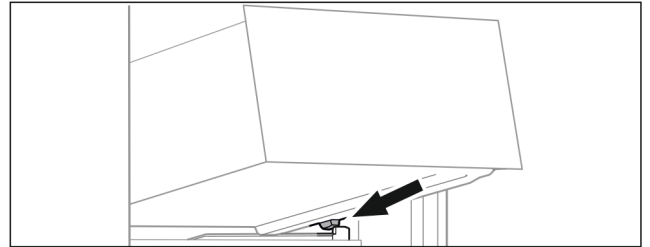

Fig. 70
- ▶ Nasadte zásuvku šikmo za zarážkami na rebro nádoby. (pozri Fig. 70)